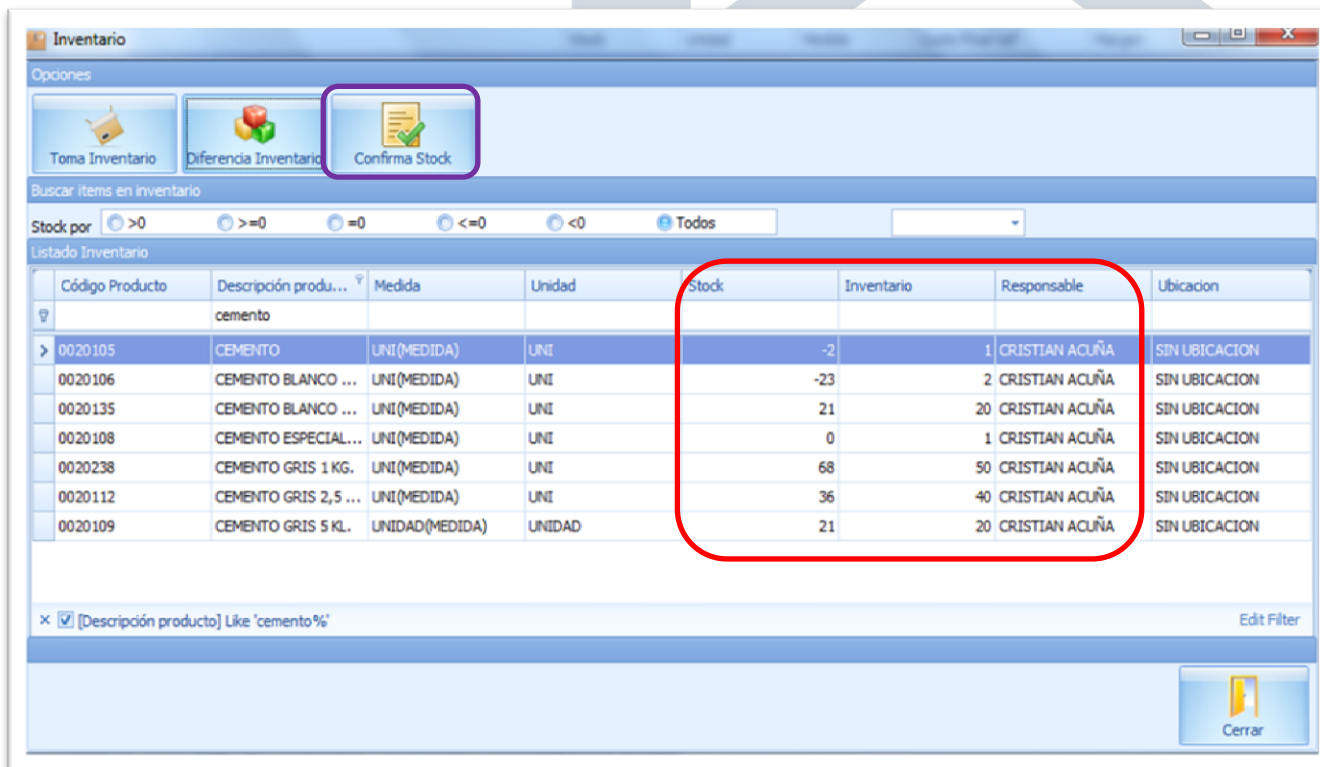

Imagen 17
Luego cuando cargue el archivo se desplegará una ventana con las modificaciones que habíamos hecho en Excel, ahí podremos ver el **STOCK** anterior, el **INVENTARIO** que ingresamos en Excel y quien modificó los datos (imagen 17)
3.4.3 Confirmar Stock: Cuando ya hemos realizado los cambios en el inventario y hemos cargado el archivo, apretamos el botón Conformar Stock y con eso ya ingresamos los datos reales en el sistema (Rectángulo **Morado**, imagen 17).